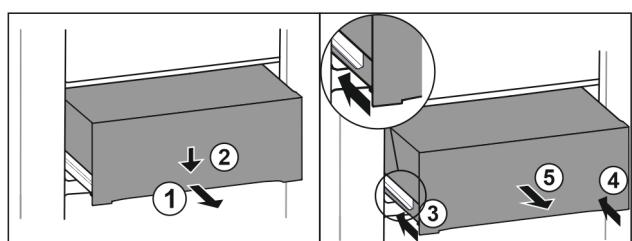

Fig. 106
- ▶ Izvucite ladicu na pola. Fig. 106 (1)
- ▶ Pritisnite ladicu naprijed prema dolje. Fig. 106 (2)
- ▶ Gurnite lijevu vodilicu za oko 2 cm. Fig. 106 (3)
- ▶ Gurnite desnu vodilicu za oko 2 cm. Fig. 106 (4)
- ▶ Izvadite ladicu prema naprijed. Fig. 106 (5)